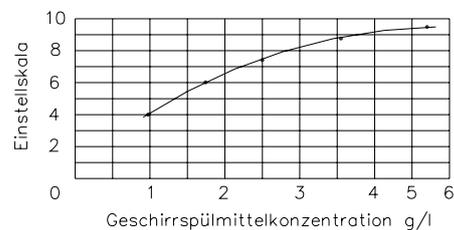

Abb. 7
- Elektronische Einstellung nach Leitfähigkeitsmessung (Abb. 7)